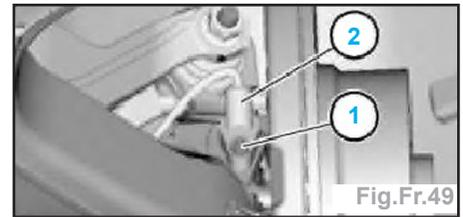

Fig.Fr.49
- Défaire la vis à six-pans creux (1) (fig.Fr.49).
- Sortir le capteur de vitesse de roue (2) de son logement.